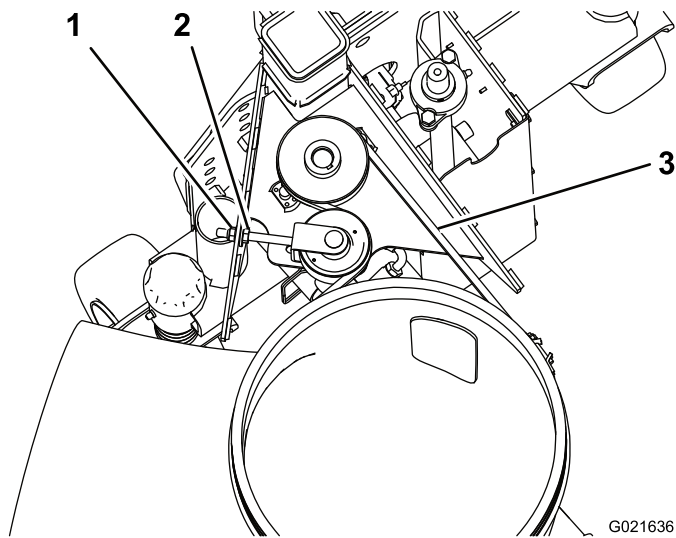

Figura 28
1. Controllate la tensione premendo la cinghia al centro della campata più lunga, applicando una forza di 30 N-m (Figura 28). La cinghia deve flettersi di 4,8 mm. Se la curva non è esatta, passate alla fase successiva. Se è esatta, continuate il lavoro.
2. Per aumentare la tensione della cinghia, allentate il dado esagonale e serrate il dado flangiato fino a ottenere la tensione della cinghia desiderata (Figura 28). Non serrate eccessivamente.